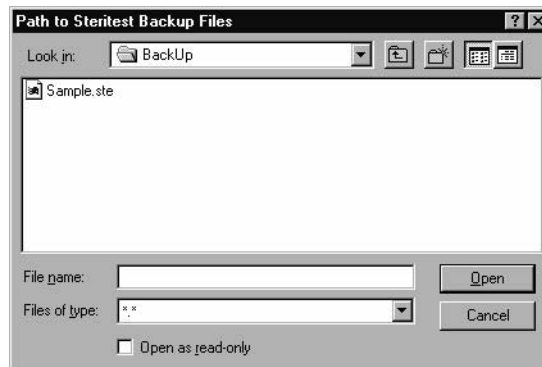

Figure 37 : Sélectionner le chemin vers les fichiers de sauvegarde
3. Entrer le chemin dans le champ **Path to Steritest Backup Files** (*Chemin vers les fichiers de sauvegarde Steritest*) ou cliquer sur le bouton [...] pour ouvrir la fenêtre de navigation et sélectionner le chemin (Figure 37).